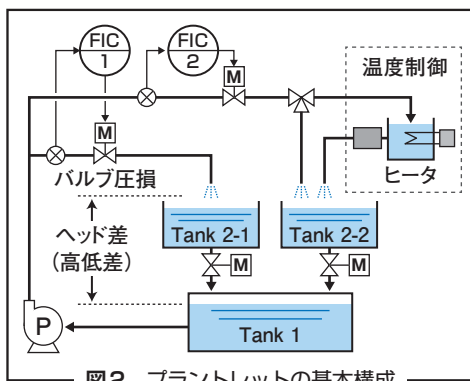

図2 プラントレットの基本構成
① 今回のテーマは2系統の流量制御ループを構成し、その先に温度制御ループを作ることです。それです。図2のような基本構成(フローシート)を作成します。この段階で多々議論がなされます。
② 次の決め事は設備の大きさをどうするかで、実際の生産設備ですと生産規模を決めて設備容量を求めます。その後には流速を考慮して配管径が決まります。今回のミニプラントでは大きな基準を、配管径1インチ(25mm)を採用することで決めていきます。これよりも小さいと操作や観察がやりにくい、またこれ以上大きくすると場所が取られすぎるとい判断です。
③ その次は個々の仕様となり、ポンプの仕様(流量と出口圧力)、配管の圧損を考慮して制御弁のサイズ(容量係数Cv値)を決めます。
④ ポンプ揚程とバルブ圧損